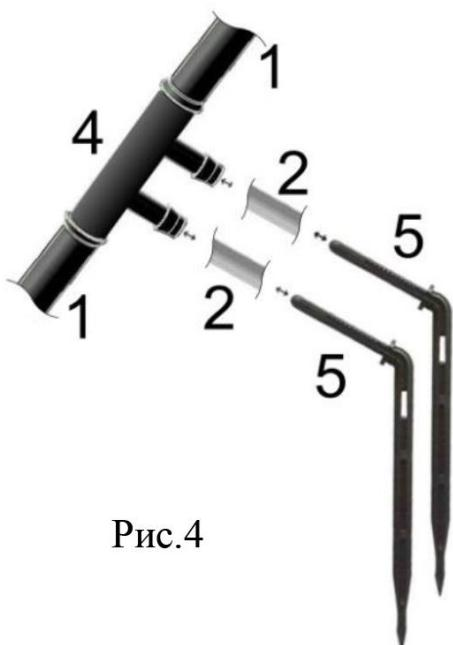

Рис.4
- Нарежьте шланг для капельниц (2) в соответствии с Вашей схемой посадки.
*Будьте внимательны при резке шланга для капельниц. На каждый разветвитель(4) Вы можете использовать примерно 40 см шланга.*
- Соедините малые разветвители (4) с капельницами (5) шлангами (2) согласно рис.4.